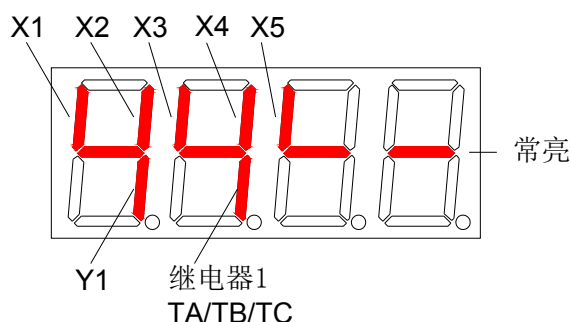

图6-28 端子状态
- ◆ 端子状态为4位数码管无单位显示，具体含义如图6-28所示。